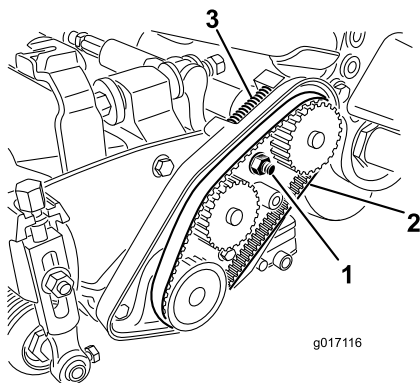

图42
- A. 松开轴承座安装螺母（图42）。
- C. 清除皮带舱内部和压缩弹簧周围的任何杂物（图42）。